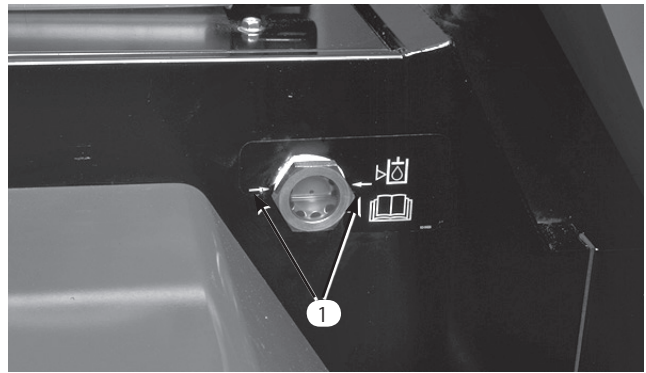

図7
2. オイル点検窓 (図7) からオイル量を点検する。オイルが熱い時は両側の矢印までであれば適正である。冷えている時はそれよりも6 ~ 12 mm 下までであれば適正である。